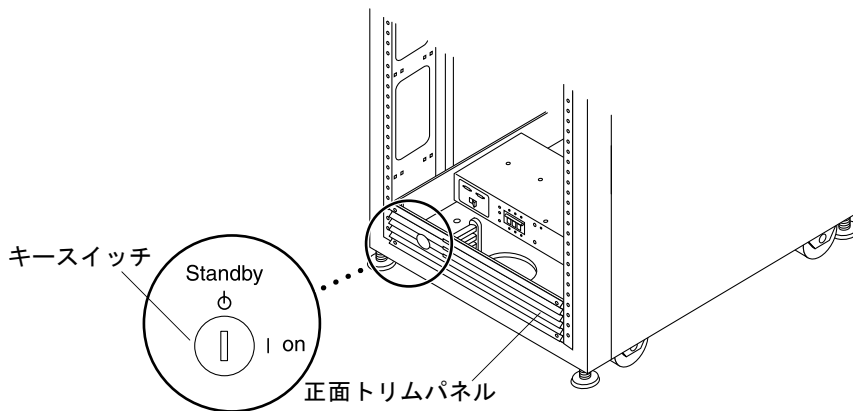

図 B-1 正面下側パネルのキースイッチの位置 (待機位置)
1. ベース拡張キャビネットおよび拡張キャビネットの正面下側パネルのキースイッチが「待機」位置になっていることを確認します (図 B-1)。